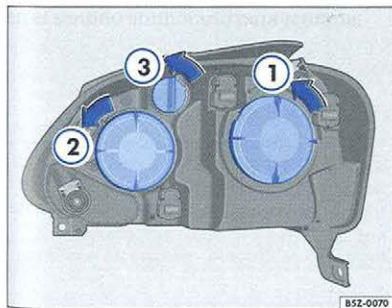

Fig. 153 Vista general de las lámparas
- Gire la tapa de protección ⇒ página 203, fig. 153 ② en el sentido antihorario para removerla.